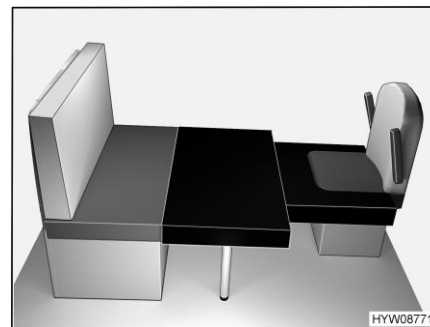

Fig. 65 Dopo la trasformazione
- Posare il cuscino aggiuntivo grande sul piano del tavolo (Fig. 65).
- Posare il cuscino aggiuntivo piccolo sul sedile del conducente (Fig. 65).